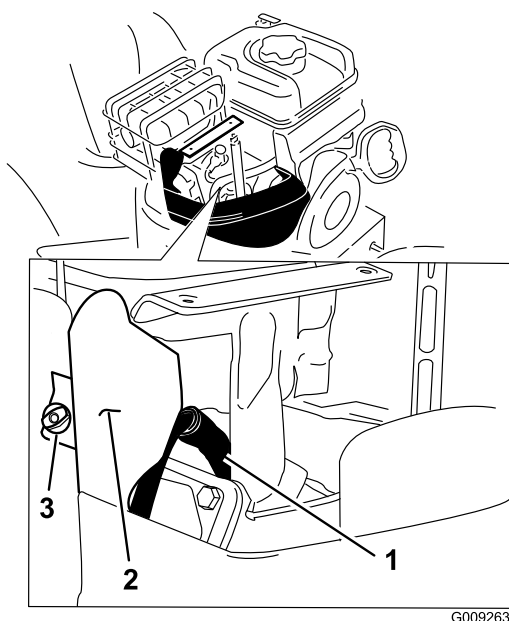

Рисунок 52
4. Отверните барашек хомута и снимите хомут (Рисунок 52).
5. Произведите чистку поверхности вокруг гнезда для свечи зажигания (Рисунок 52).